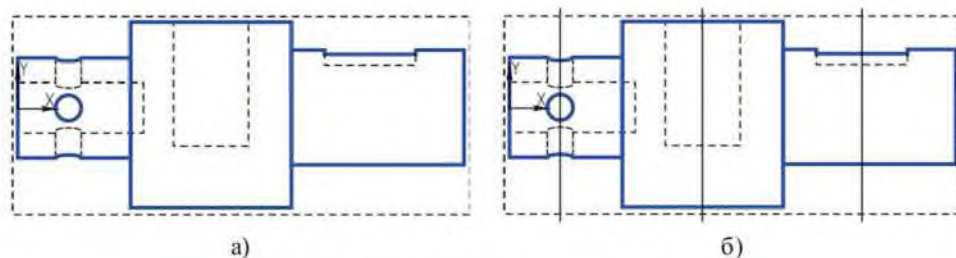

Рисунок 7.17 Главный вид детали «Вал» (а);
11. Создать документ *Чертеж* форматом А3 горизонтальной ориентации. Для автоматической генерации видов с 3D-модели выбрать *Виды – Стандартные виды* . В предложенной системой схеме видов оставить только главный вид с невидимыми линиями (для этого на вкладке *Линии Панели свойств* включить кнопку *Показывать невидимые линии*). Нажать ОК и разместить вид (рисунок 7.17 а) в верхней части чертежа слева.
12. С помощью вспомогательной *Вертикальной прямой* , наметить секущие плоскости (рисунок 7.17 б).